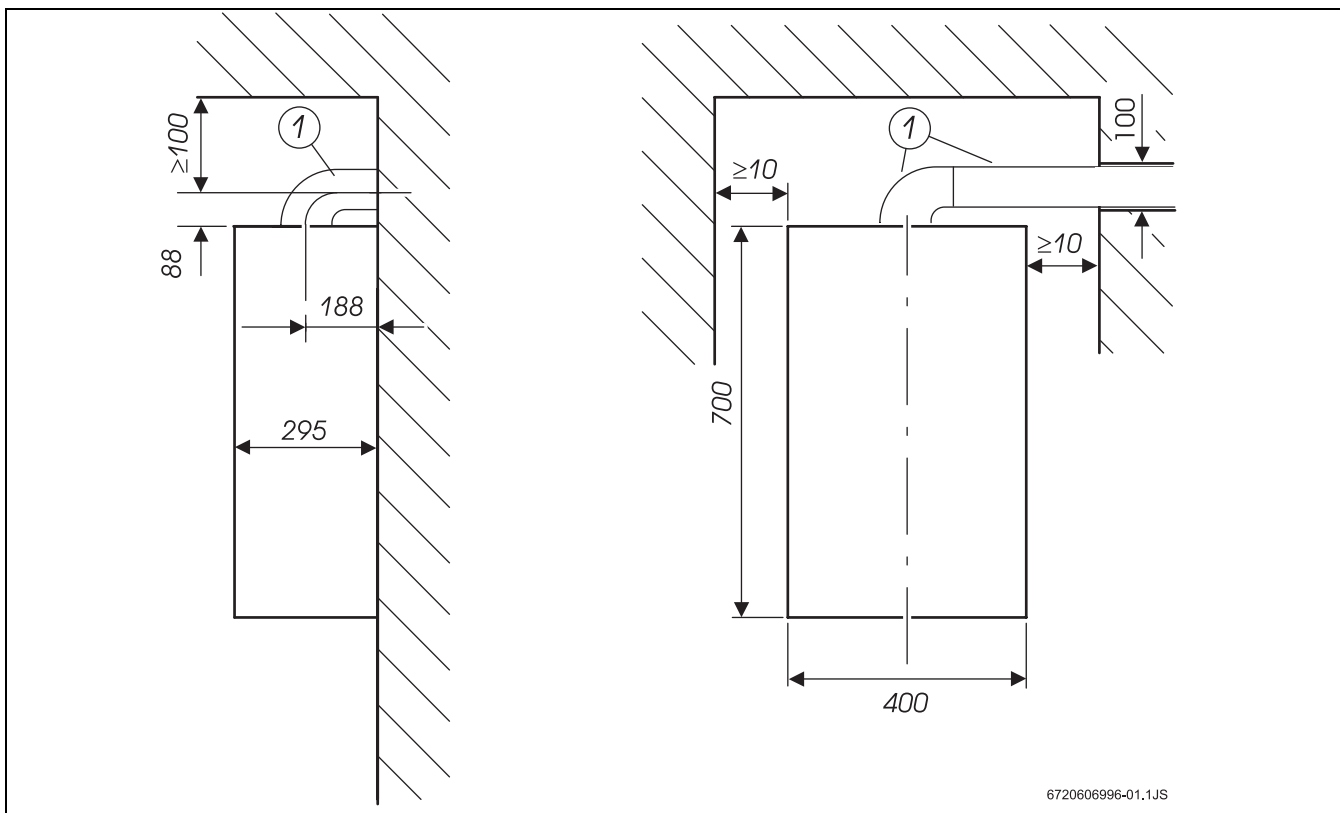

Рис. 7
3.3.1 Горизонтальний газовивідний трубопровід з використанням деталі AZ 388, AZ 389 (Рис. 7) - AZ 395 (Рис. 10, 11).